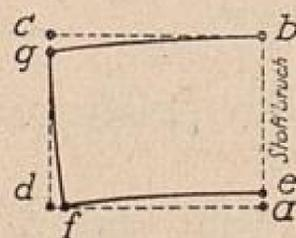

Abb. 9
- Die Manschette (Abb. 9) wird etwas rund geschnitten.
Die vorderen Ärmelränder können entweder zwischen die doppelt zu schneidenden Manschetten (Abb. 9) gefast werden, oder man fast sie mit